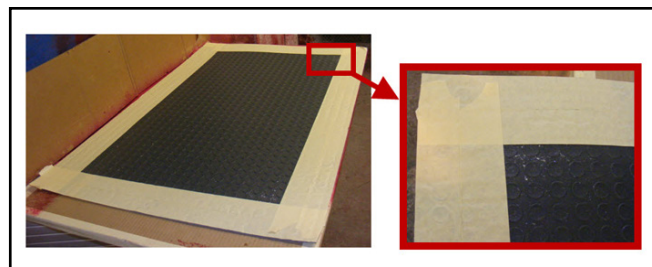

Figure A7 - Appliquer du ruban à masquer sur le dessus du revêtement de plancher
2. Appliquer du ruban à masquer sur tout le périmètre du dessus du revêtement de plancher pour le protéger pendant la manipulation et l'installation. Voir Figure A7.